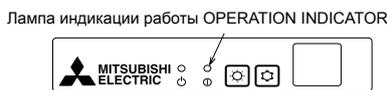

Fig. 9-4
9.3.2. Для беспроводного пульта дистанционного управления (Fig. 9-4)
- ① Включите питание.
- ② Удерживая нажатыми кнопки MODE SELECT (ВЫБОР РЕЖИМА) и TOO COOL (СЛИШКОМ ХОЛОДНО) на пульте дистанционного управления, нажмите кнопку RESET (СБРОС).
- ③ Отпустите кнопку RESET (СБРОС).
- ④ Отпустите две другие кнопки. Через три секунды на ЖК-экране отображаются все элементы.
- ⑤ Передайте сигнал с пульта ДУ, нажав кнопку OPERATE/STOP (ON/OFF) (РАБОТА/СТОП (ВКЛ./ВЫКЛ.)) на пульте ДУ. (При выполнении вышеописанной процедуры лампа индикации работы OPERATION INDICATOR указывает на режим сбоя.)
- ⑥ Передайте сигнал с пульта ДУ, нажав кнопку OPERATE/STOP (ON/OFF) (РАБОТА/СТОП (ВКЛ./ВЫКЛ.)) для прекращения самопроверки.